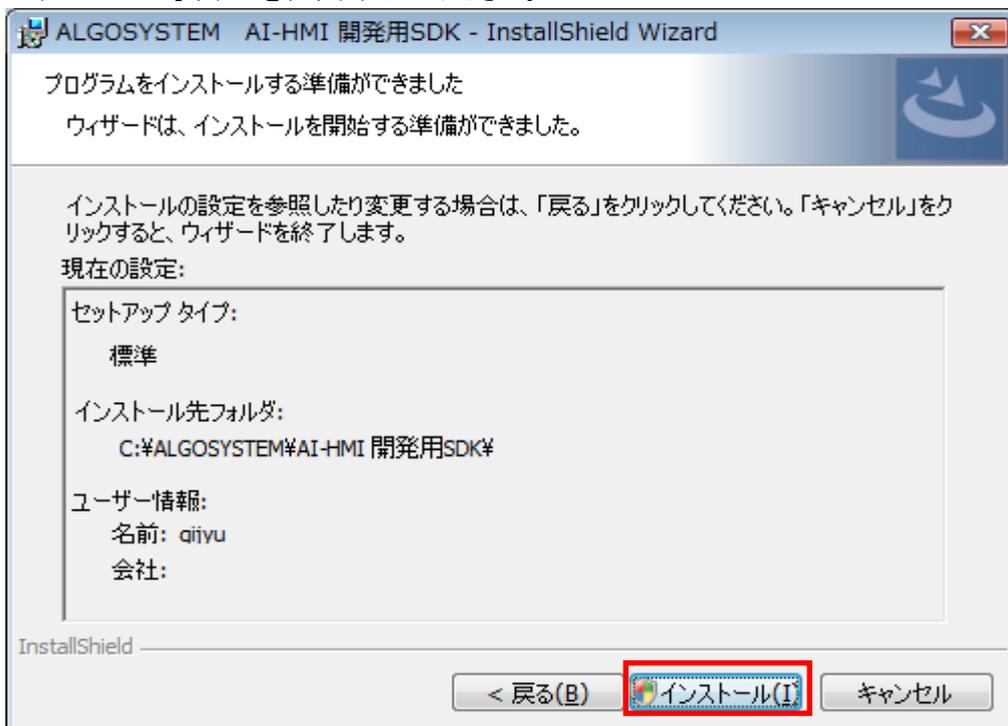

図 2-2-3 インストール情報画面
- ③ 図 2-2-3 のインストール情報画面が表示されます。